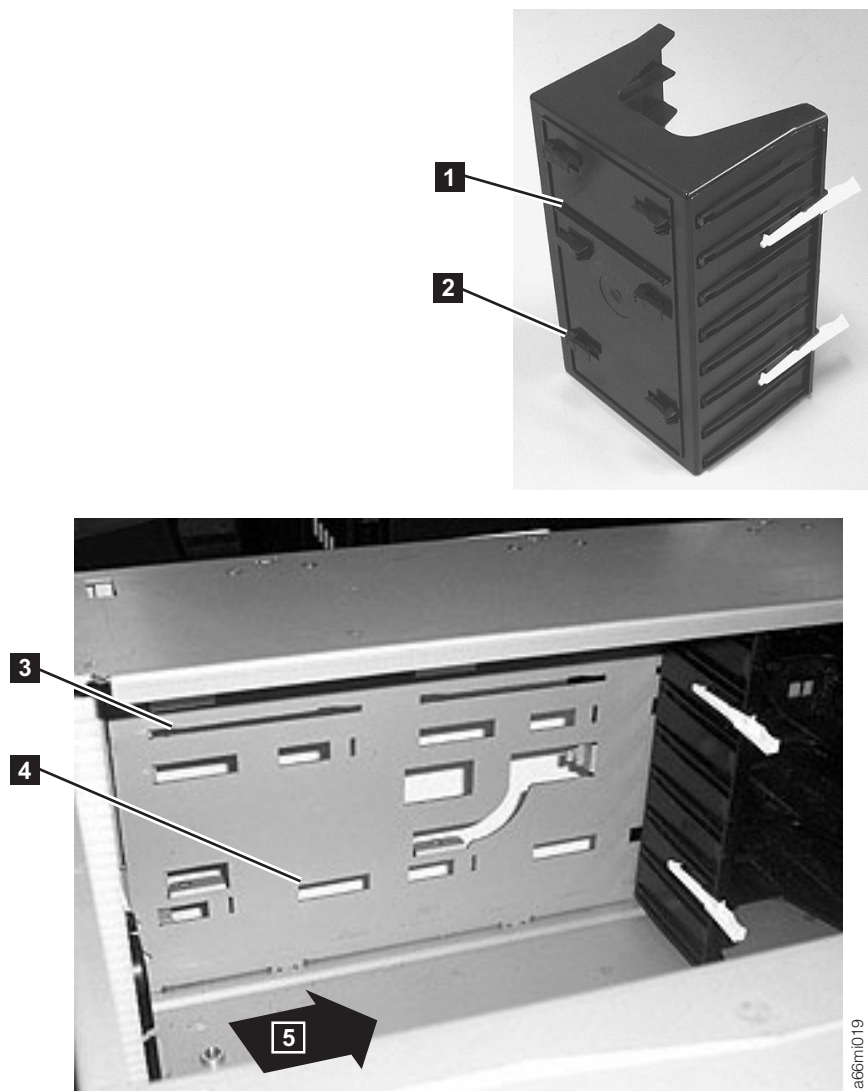

Рисунок 11-11. Установка магазина на место
- a. Фиксатор **1** (в рис. 11-11) в ячейку **3** (в рис. 11-11)
- b. Фиксатор **2** (в рис. 11-11) в ячейку **4** (в рис. 11-11)
3. Установите магазин движением в направлении к задней части библиотеки (**5** на рис. 11-11) для задействования фиксаторов сзади магазина.